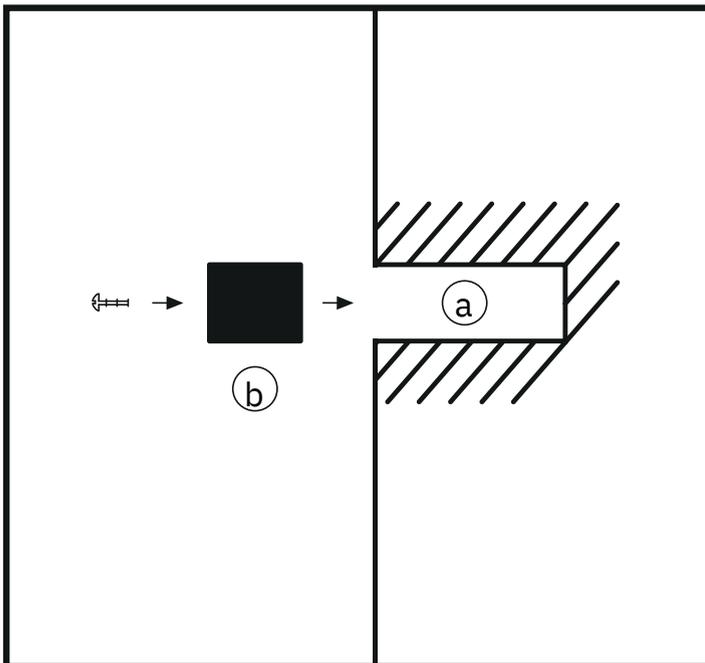
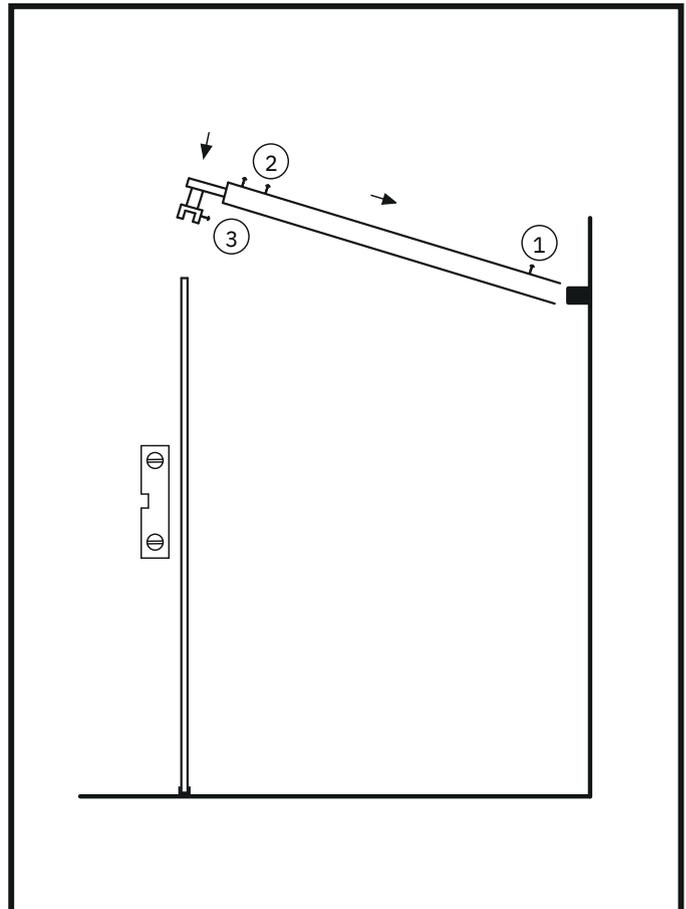

Abbildung 6
Abbildung 7
13. Montieren Sie zwischen den Teleskoprohrhalterungen (3) (Abb. 7) (die Teile, die am Glas befestigt sind) die mit den Rohren gelieferten Dichtungen, damit das Glas nicht mit dem Metall in Berührung kommt.
15. Markieren Sie an der Wand, wo das Befestigungsloch (a) gebohrt werden muss (Abb. 6), und entfernen Sie das Teleskoprohr.
16. Bohren Sie die Dübellöcher (a) in den markierten Bereich, reinigen Sie die Löcher vom Staub und setzen Sie die Dübel ein. (Abbildung 6)
17. Lösen Sie die Schraube (1) an den Teleskoprohren (Abb. 7) und entfernen Sie das Wandteil (b) (Abb. 6).
18. Setzen Sie die Teile (b) in die zuvor an der Wand gebohrten Löcher (a) ein und befestigen Sie sie mit Schrauben. (Abbildung 6)
19. Nehmen Sie das Teleskoprohr und montieren Sie vorsichtig die Wandhalterung (b) im Teleskoprohr und stützen Sie das andere Ende (3) an der geplanten Stelle auf dem Glas ab. (Abbildung 7)
20. Ziehen Sie die Schraube (1) fest und befestigen Sie sie. ACHTUNG! Der Befestigungspunkt muss nach oben zeigen!
21. Befestigen Sie die Teleskophalterungen mit der Schraube (3) am Glas. ACHTUNG! Wichtig ist, dass Sie vorher zwischen Teil (3) die im Bausatz enthaltenen Dichtungen eingebaut haben! Metallteile dürfen nicht mit Glas in Berührung kommen, da dies zum Bruch des Glases führen kann.
22. Richten Sie das Glas mit einer Wasserwaage aus und befestigen Sie das Teleskoprohr mit den Schrauben (2) mit Ausrichtung nach oben.